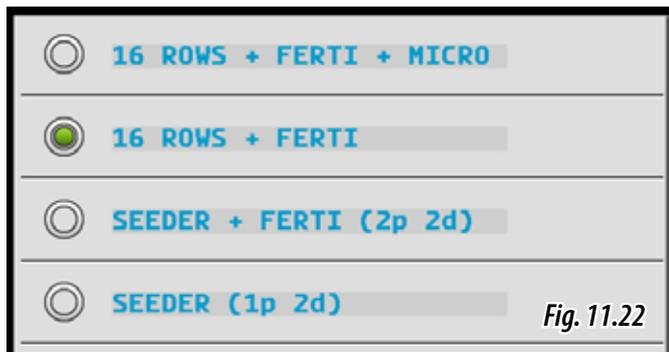

Fig. 11.21
16. Se abre la ventana de la configuración actual de la máquina, siendo en este caso **sembradora de cereal 1 producto en 2 dosificadores** (Fig. 11.21).